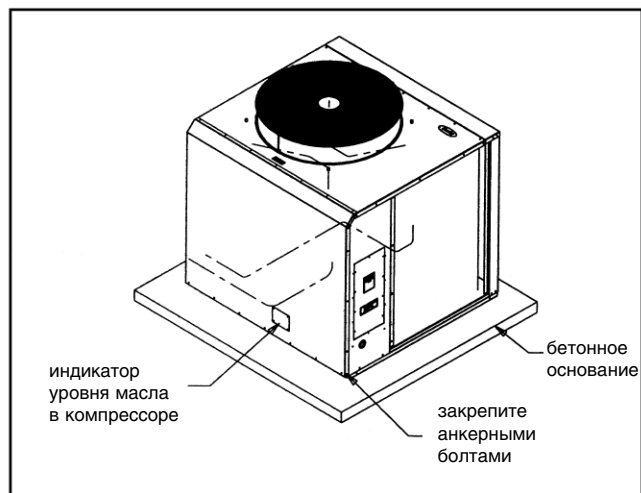

Рис. 4 Монтаж на земле
1. Установка на землю: блок нужно разместить на ровном горизонтальном бетонном основании. Если условия размещения или местные строительные правила требуют закрепления блока, прикрепите его к основанию анкерными болтами, продев их сквозь отверстия в опоре (рис. 4).